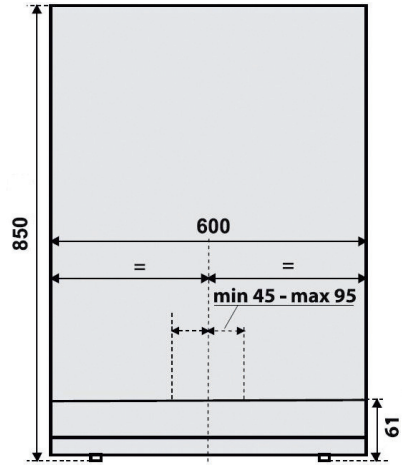

FIGURE 2
3. Avec un crayon que vous passerez à travers l'ouverture située dans le bas de la cuisinière, marquez sur le mur le milieu de l'appareil. Faites une autre marque à 45 – 95 mm du milieu, vers la droite (figure 2).